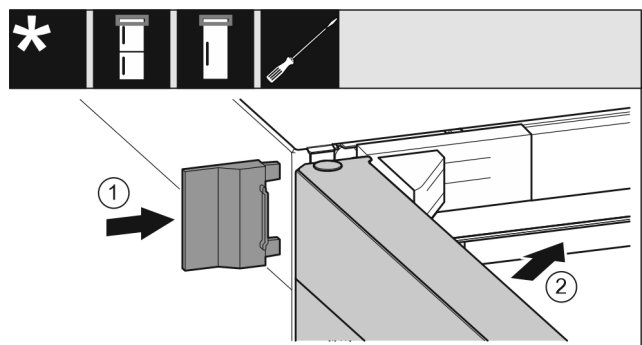

Fig. 23
- ▶ Äußere Abdeckung Fig. 23 (1) aufschieben.
- ▶ Obere Tür Fig. 23 (2) schließen.